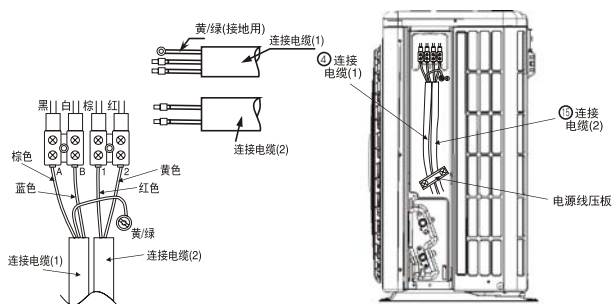

图14
- (1) 把连接电缆按电气接线图所示正确地牢固连接。(紧固力为 $0.8\sim 1.5\text{N}\cdot\text{m}$)
- (2) 用电源线压板将连接电缆压住后,用螺钉紧固,按图14安装。
- (1) 用附件④及⑤连接电缆按接线图要求正确地连接室内外机组，绝对不可连接错误（如图14）。
- (2) 连接电缆必须用室内外机组上的附属电线压板压紧。
· 接地线必须根据图14所示用连接电缆中黄/绿色导线接至带有“⏏”标记的接线端子上。